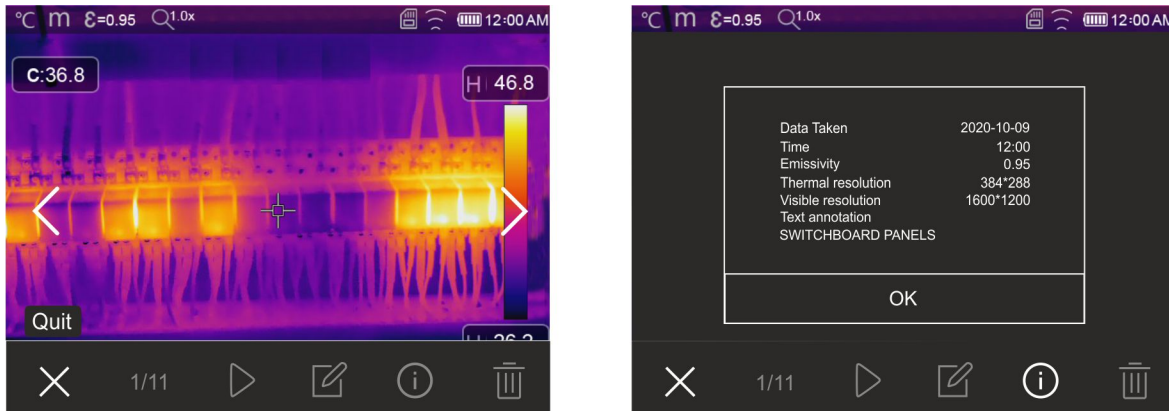

Fig. 52: Rellamada en el visualizador imágenes guardadas
1. Pulse la tecla para entrar en la galería de las imágenes y vídeo guardados en la memoria del instrumento o en la tarjeta MicroSD. La pantalla de Fig. 52 – parte izquierda siguiente se muestra en el visualizador
3. Toque el icono “” para abrir la sección con la información en la imagen guardada. La pantalla de Fig. 52 – parte derecha se muestra en el visualizador